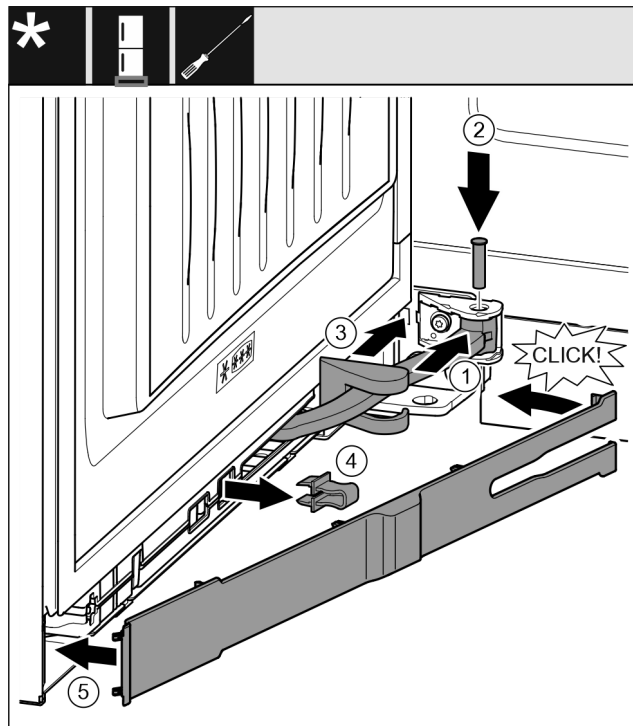

Fig. 38
- ▶ Forgassa a csuklót a felfüggesztésbe. Fig. 38 (1)
- ▶ Helyezze a csapszeget a felfüggesztésbe és a csuklóba egy T15 csavarhúzóval. Közben ügyeljen arra, hogy a bekattanó bütyök megfelelően illeszkedjen a horonyba. Fig. 38 (2)
- ▶ Tolja el a csapágybak fedelét a csukló mentén, és szerelje a felfüggesztés fölé. Fig. 38 (3)
- ▶ Vegye le a biztosítékot. Fig. 38 (4)
- ▶ Helyezze fel a lemezt a fogantyú felőli oldalra, és fordítsa be. Fig. 38 (5)